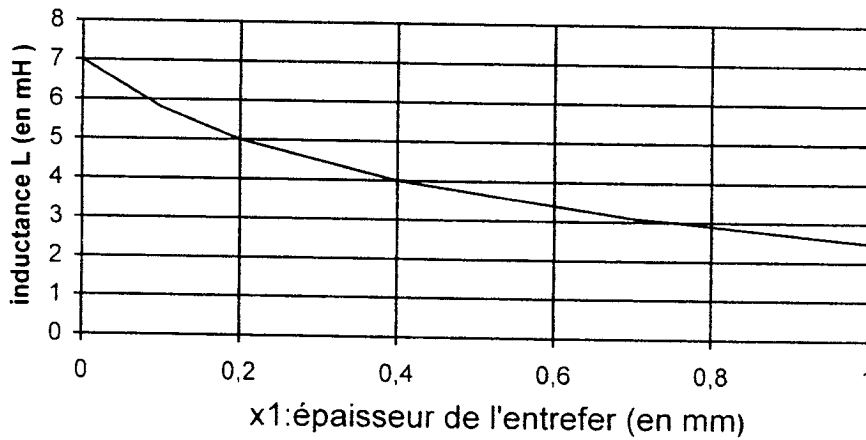

Figure 4 : inductance= f (épaisseur de l'entrefer)
La mesure de l'épaisseur de l'entrefer x_1 est réalisée par une bobine dont l'inductance L dépend de x_1 selon la **figure 4**.
1.3.1. En utilisant la **figure 4** donner dans le **document réponse page 14** les valeurs de l'inductance de la bobine pour les quatre épaisseurs d'entrefer proposées à la première ligne du tableau **page 14**.